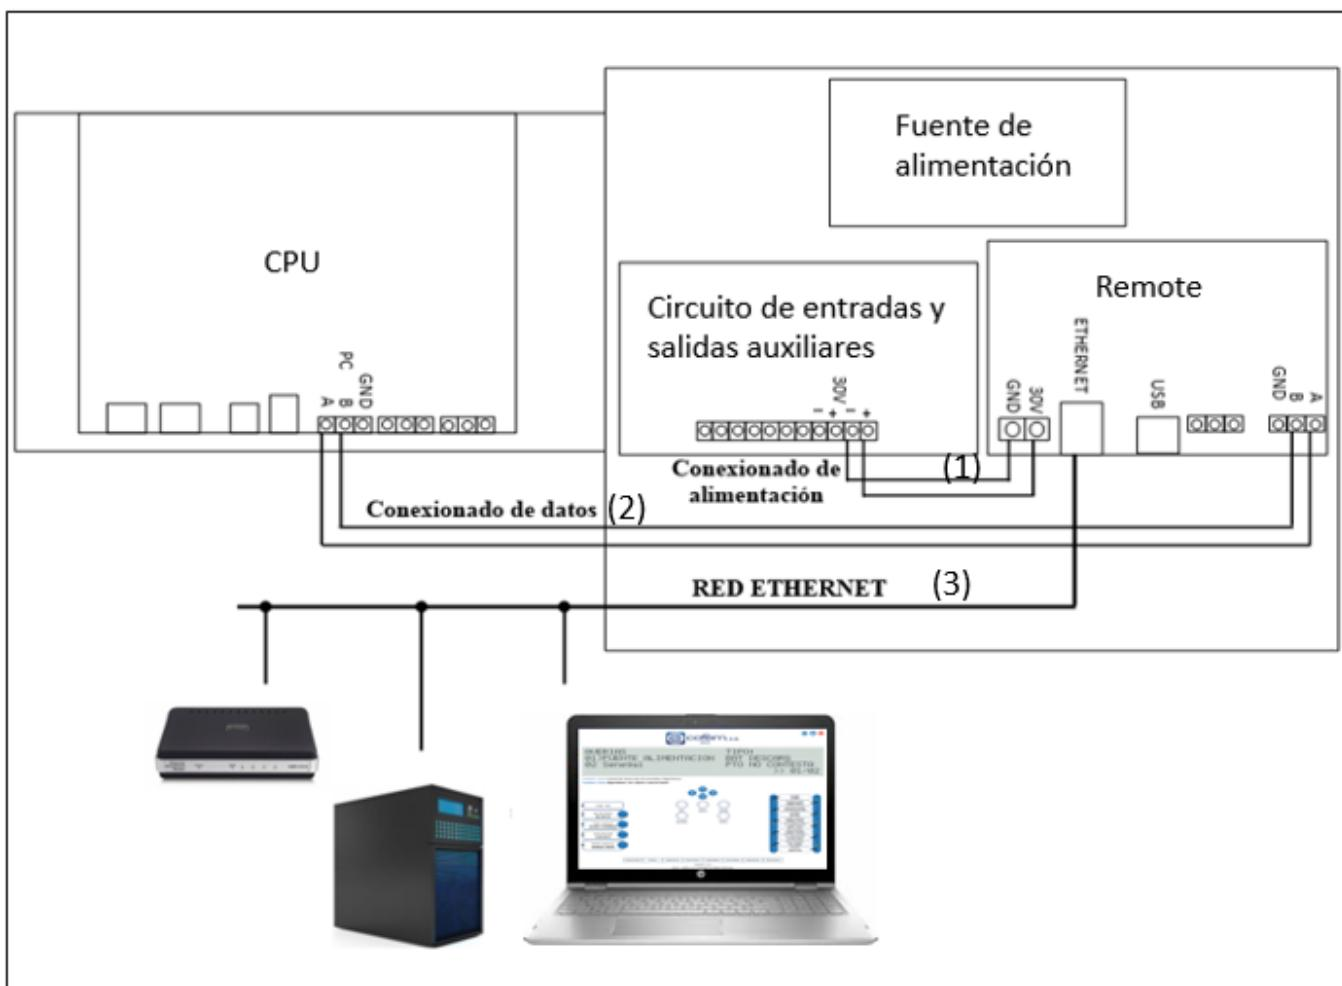

Figura 6. Diagrama de conexión de la tarjeta Remote en la central Compact-LYON y Zafir.
- 5- Finalmente, realizar el conexionado con la central como se muestra en la Figura 6, es decir, conectando la alimentación de la tarjeta a la salida de 30V de la central (1), la comunicación RS-485 a través del conector COM1 de la tarjeta con el conector PC de la central (2) y el cable Ethernet en el conector RJ-45 (3).